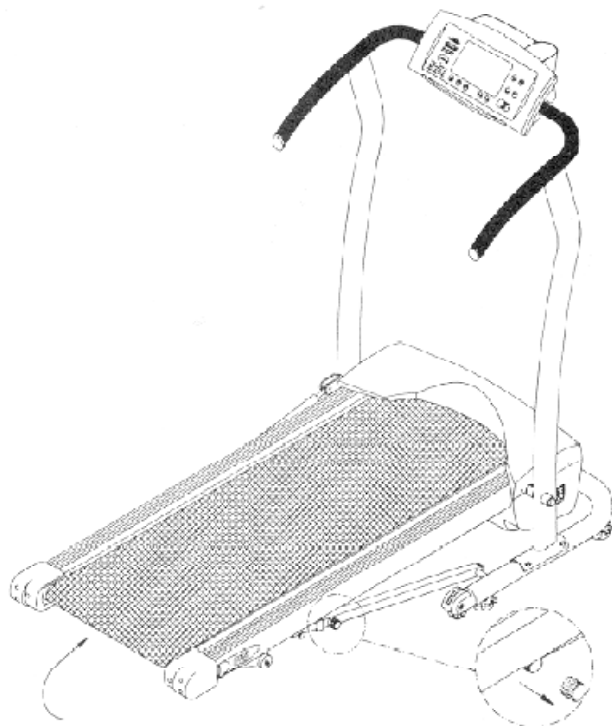

Fig.7
1. Trek de sluitknop met één hand uit en til het einde van de loopband op met de andere hand. Gebruik dan beide handen om de loopband op te tillen tot zijn opgeklapte positie. Als u een klik hoort van de sluitknop is de loopband opgevouwen. (zie fig.7)